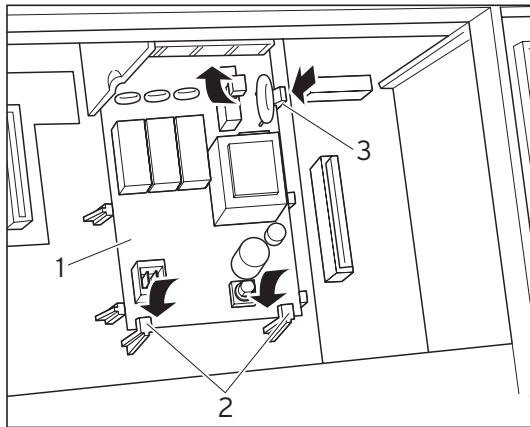

Abb. 3.1 Platine einrasten
- Schieben Sie die Platine (1) unter die Haltetaschen (2) (siehe Abb. 3.1).
- Drücken Sie die Platine vorsichtig zwischen den Zentrierungen in die Halterungen (3) (Abb. 3.1), bis die Platine einrastet.